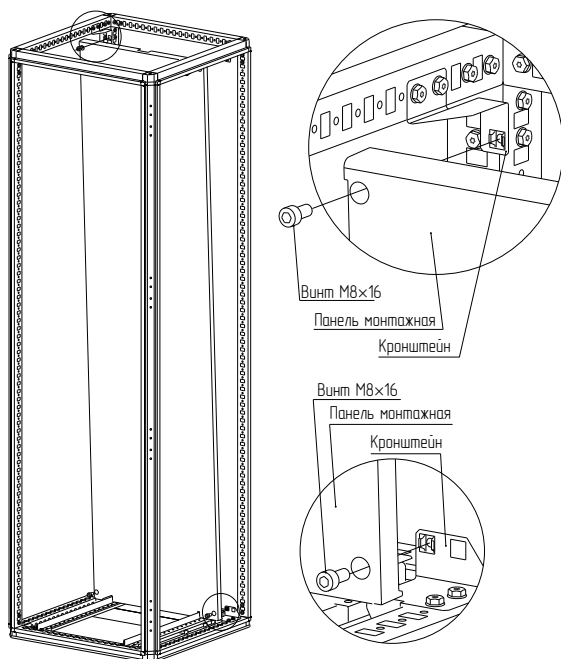

Рисунок 12
4.5.4 Прислонить панель монтажную к кронштейнам и закрепить винтами М8×16 (рисунок 12). Момент затяжки – 10 Н·м.